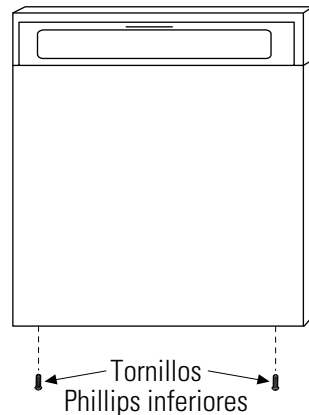

Figura 8
- Vuelva a atornillar los dos tornillos en la parte inferior de la puerta para sujetar el conjunto a los brazos articulados (Figura 8).